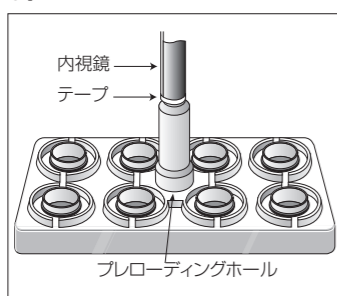

図3
9. デバイスの内視鏡固定部周囲をテープで固定する。その後気道チューブを内視鏡に沿わせ、テープで1～2箇所固定する。（図3）
10. 内視鏡にデバイスを装着した状態で、デバイス先端のスライド筒をOリングプレートのプレローディングホールに挿入し、スライド筒を戻す。（図3）